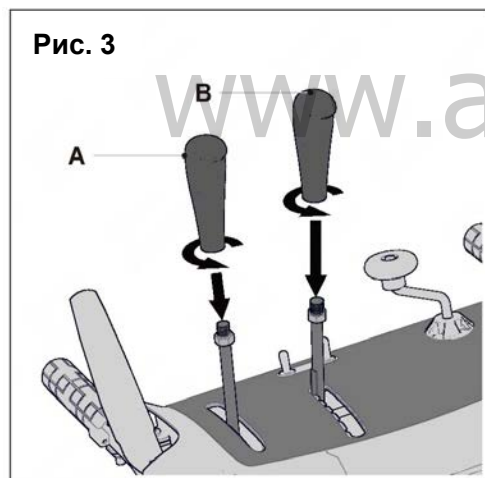

Рис. 3
4. Установка ручек управления (Рис.3).
Установите ручки на стержни и закрепите их в правильном направлении (рис. 3).